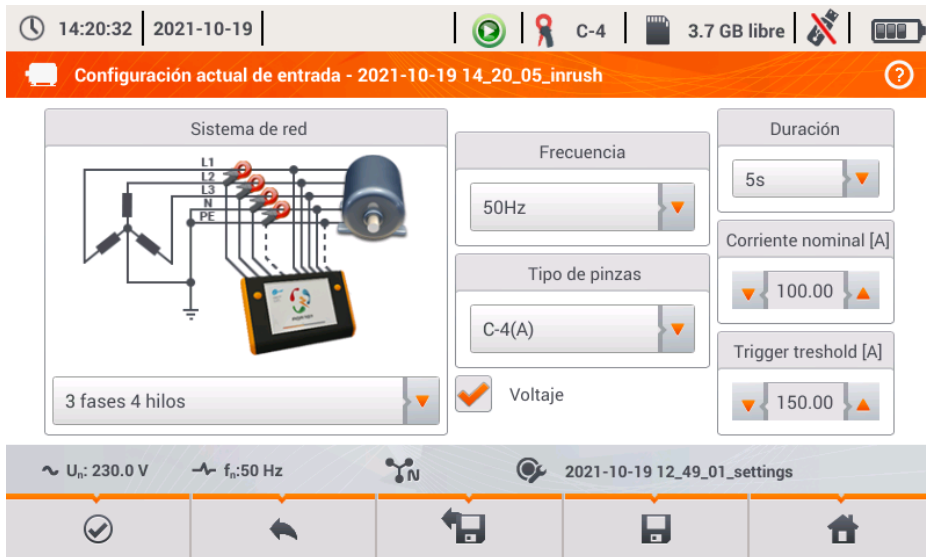

Fig. 39. Pantalla de ajustes de la corriente de arranque.
Después de seleccionar la opción **IRUPCIÓN** del menú principal, aparece la pantalla como se muestra en la Fig. 39.
- ir a la lista de configuración de la corriente de arranque y crear una nueva configuración. Las configuraciones de la corriente de arranque se presentan como configuraciones de medición (ver la Fig. 4), se les asigna un icono . El doble clic en la configuración seleccionada hace que se abra automáticamente y se pasa a la pantalla de ajuste de la corriente de arranque (Fig. 39). El botón de la barra de menú sirve para añadir una nueva configuración de la corriente de arranque (se abre la ventana como se muestra en la Fig. 39 con los ajustes predeterminados). El icono sirve para editar la configuración seleccionada de la corriente de arranque.